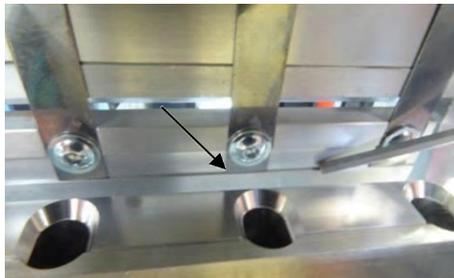

Imagen 33: Enrasado con el borde inferior
- Asegúrese que las cuchillas se encuentren enrasadas con el borde inferior (imagen 33)